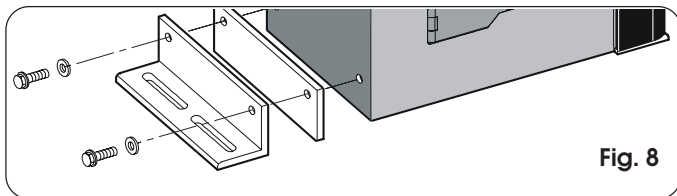

Fig. 8
- 1) Assembler à l'opérateur les cornières de fixation et les entretoises antivibratoire d'après la Fig. 8.